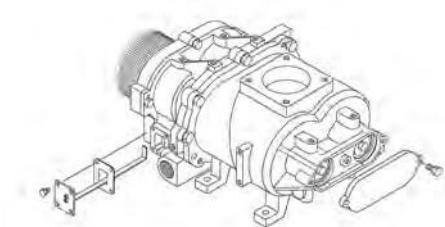

Рис. 57: Выталкиватель для типа 15 – 30
5. → Тип 15 – 30: При помощи встроенного выталкивателя (Рис. 57) можно удалить консистентную смазку, находящуюся в области подшипников.